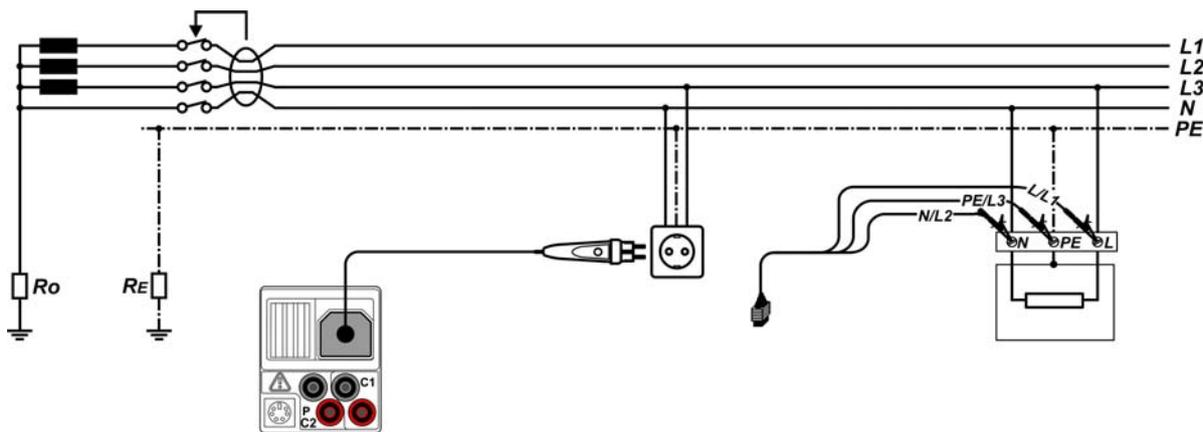

Bild 5.17: Anschluss des Plug Commanders (Netzsteckeradapter) und des Universalprüfkabels
- Schließen** Sie die Prüfleitungen am Prüfling **an** (siehe Bild 5.17).
<ul style="list-style-type: none"> <li><input type="checkbox"/> Wählen Sie mit dem Funktionswahlschalter die Funktion RCD.</li> <li><input type="checkbox"/> Setzen Sie die Unterfunktion auf AUTO.</li> <li><input type="checkbox"/> Stellen Sie (bei Bedarf) die Prüfparameter ein.</li> <li><input type="checkbox"/> Schließen Sie das Prüfkabel am Instrument an.</li> <li><input type="checkbox"/> Schließen Sie die Prüflleitungen am Prüfling an (siehe Bild 5.17).</li> <li><input type="checkbox"/> Drücken Sie die Taste TEST, um die Messung durchzuführen.</li> </ul>	Start der Prüfung